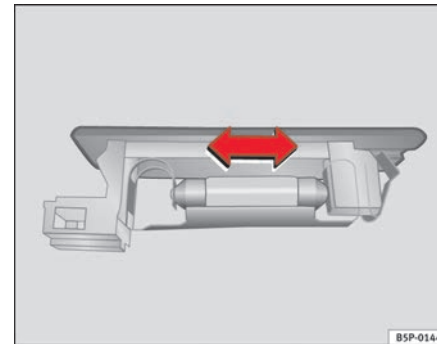

Abb. 192 Gepäckraumbeleuchtung
- Die Lampe zur Seite drücken und aus ihrer Halterung herausnehmen ⇒ Seite 272, Abb. 192. ■